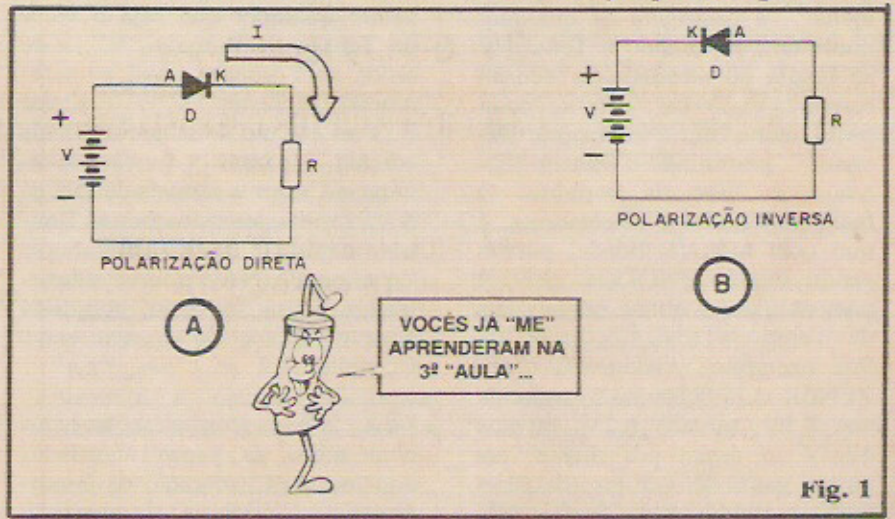

Fig. 1
- FIG. 1-A - Recordando o que vimos na "Aula" nº 3, o mais simples dos componentes semicondutores é o DIODO comum, formado por uma única junção de materiais P-N e que apenas permite a livre passagem da corrente, quando polarizado no sentido DIRETO, ou seja: quando o **positivo** da
- FIG. 1-B - O DIODO inversamente polarizado... Enquanto no caso 1-A a corrente I podia se manifestar livremente, através do resistor R , na condição inversa, agora mostrada, praticamente nenhuma corrente transita pelo sistema (e se a tensão V for maior do que a Máxima Tensão Reversa do diodo D , este "estoura"...).